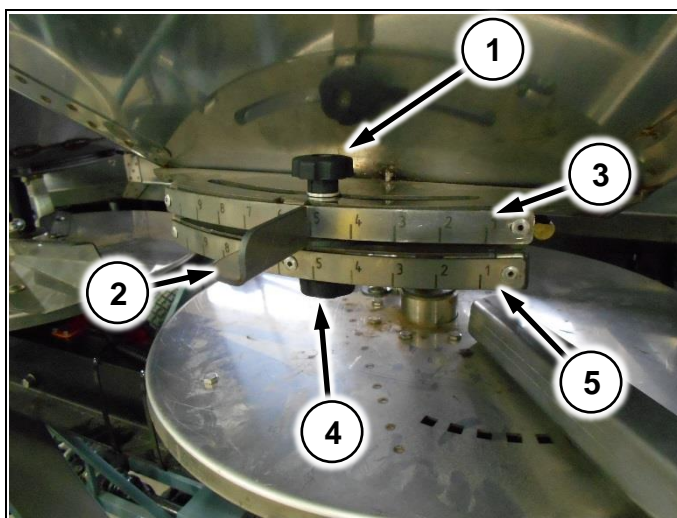

Рис. 64
Для изменения точки подачи удобрений на диск, ослабьте барашек (Рис. 64/1) и перемещайте заслонку (Рис. 64/2) в нужном направлении, контролируя положение по верхней шкале (Рис. 64/3). После установки нужного положения, зафиксируйте барашек.
2. Для установки считанного положения, ослабьте барашек (Рис. 64/4) и перемещайте нижний шибер в нужную сторону, контролируя значение по нижней шкале (Рис. 64/5). После установки нужного положения, зафиксируйте барашек
Последовательно перемещайте заслонку (Рис. 64/2) в направлении от 9 к 1 шагами по одному делению
Последовательно перемещайте заслонку (Рис. 64/2) в направлении от 1 к 9 шагами по одному делению